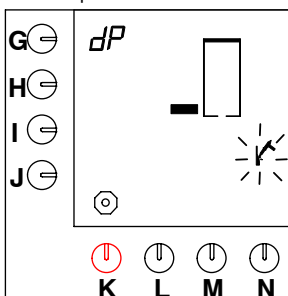

Fig. 24 Primo livello del programma di disincrostazione dell'impianto di acqua calda
- Sullo schermo viene visualizzato il blocco del primo livello e lampeggia il simbolo del martello (vedere fig. 24).